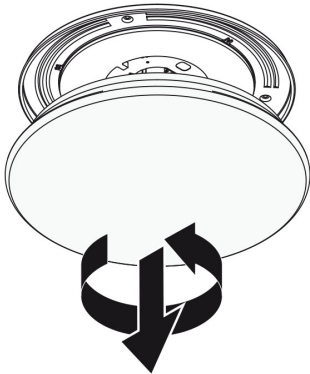

Bild 1
1. **Bild 1:** Die Kuppel von der Grundplatte abnehmen (Bajonett-Verriegelung).